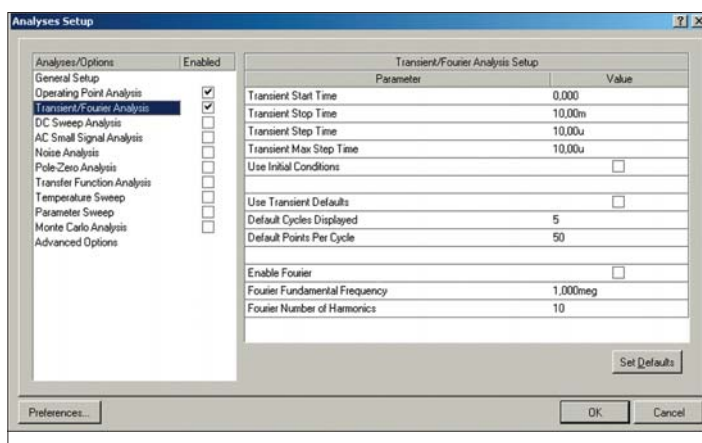

Рис. 6. Настройка анализа переходных процессов
9. Выключим опцию Use Transient Defaults — станут активными текстовые поля задания временных параметров анализа (рис. 6).